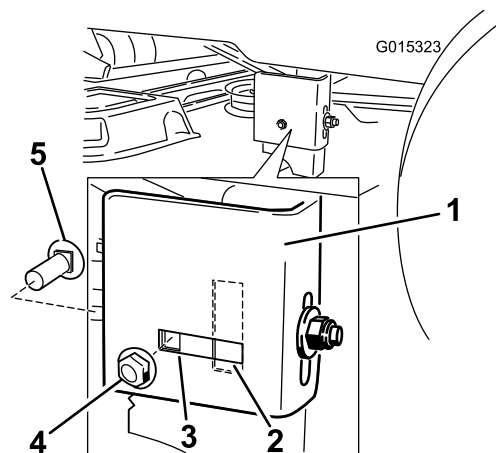

Figura 59
7. Spostatemi sul lato sinistro della macchina. Rimuovete il bullone a testa tonda e i dado di bloccaggio laterali dalla posizione fissa e installateli nella scanalatura posteriore (Figura 59).